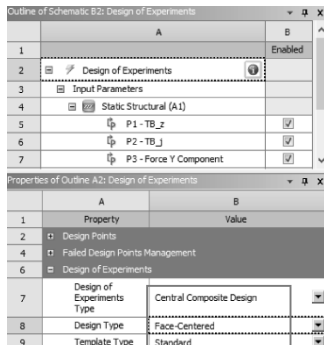

图 12-15 设置设计类型
(6) 在大纲窗口中单击【Design of Experiments】→【Properties of Outline A2: Design of Experiment】→【Design Type】= Face-Centered，【Template Type】= Standard，如图 12-15 所示；Workbench 工具栏中选择预览数据【Preview】，如图 12-16 所示；单击升级【Update】数据，程序运行得到样本设计点的计算结果，如图 12-17 所示。